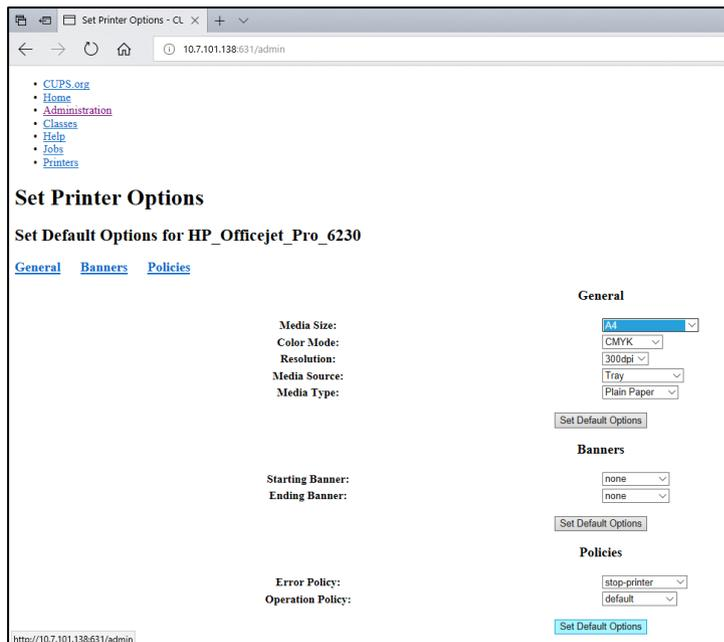

Figura 78. Selección del tamaño de papel correcto.
7. Seleccione el Media Size (Tamaño de papel) correcto (como "A4"), ya que algunas impresoras no imprimirán si el formato de papel no es correcto. A continuación, guarde la selección pulsando Set the default Options (Definir las opciones predeterminadas; consulte la figura 78).